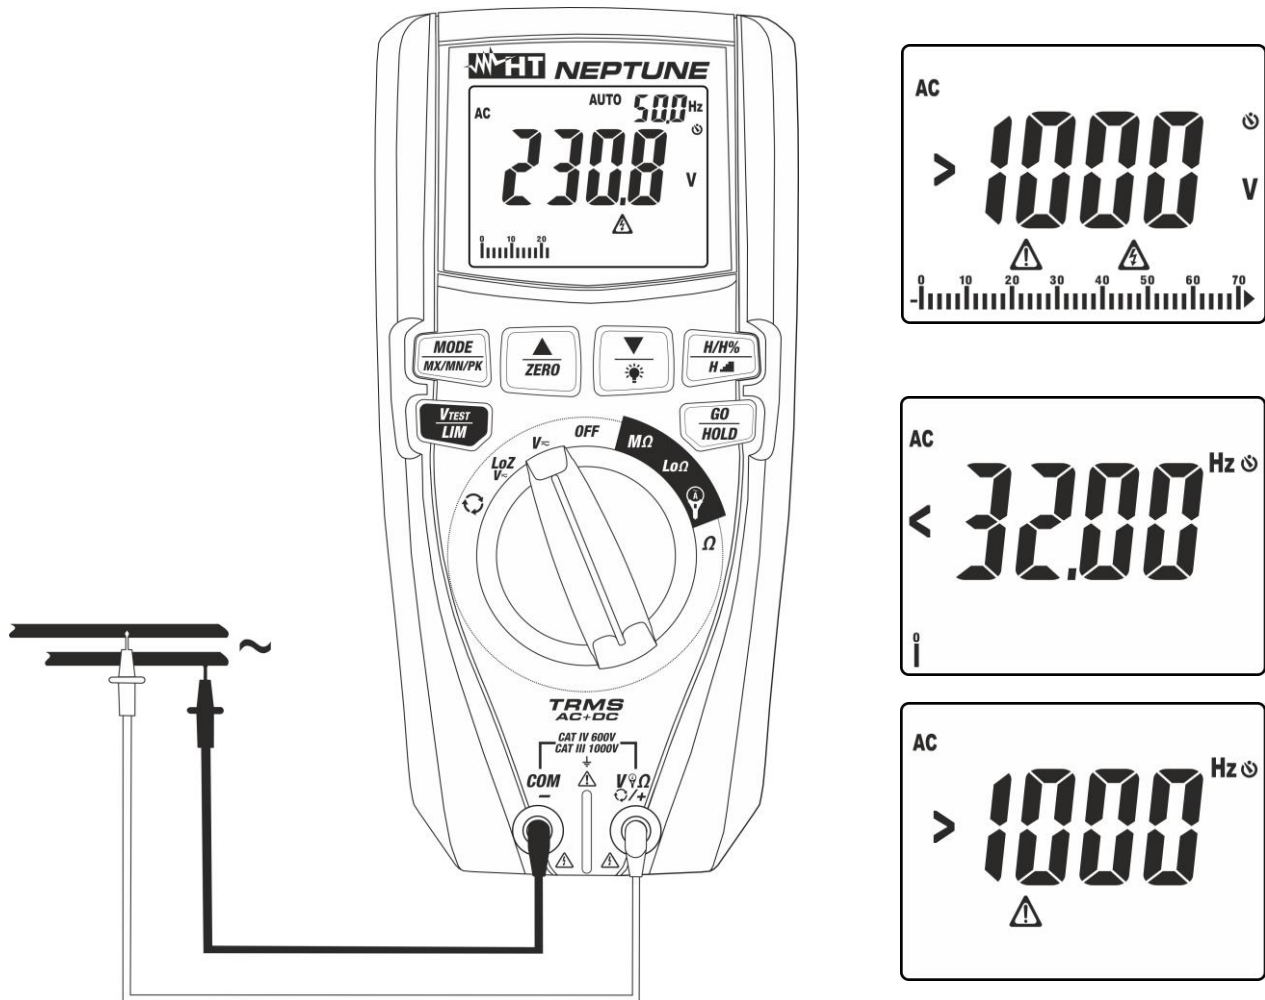

Fig. 7: Uso del instrumento para medida de Tensión CA
4. Posicione la punta roja y la punta negra respectivamente en los puntos del circuito en examen (ver la Fig. 7). El valor de la tensión se muestra en el visualizador. En la parte superior derecha del visualizador se muestra el valor de la frecuencia de la tensión. Pulse la tecla **MODE/MX/MN/PK** para visualizar el valor de la frecuencia con mayor resolución
5. Si en el visualizador se muestra el mensaje ">1000V" (ver la Fig. 7) se ha alcanzado el fondo escala del instrumento
6. Si en el visualizador se visualizan los mensajes "<32Hz" o ">1000Hz" (ver la Fig. 7) el valor de la frecuencia está fuera del intervalo de medida  $32\text{Hz} \div 1000\text{Hz}$